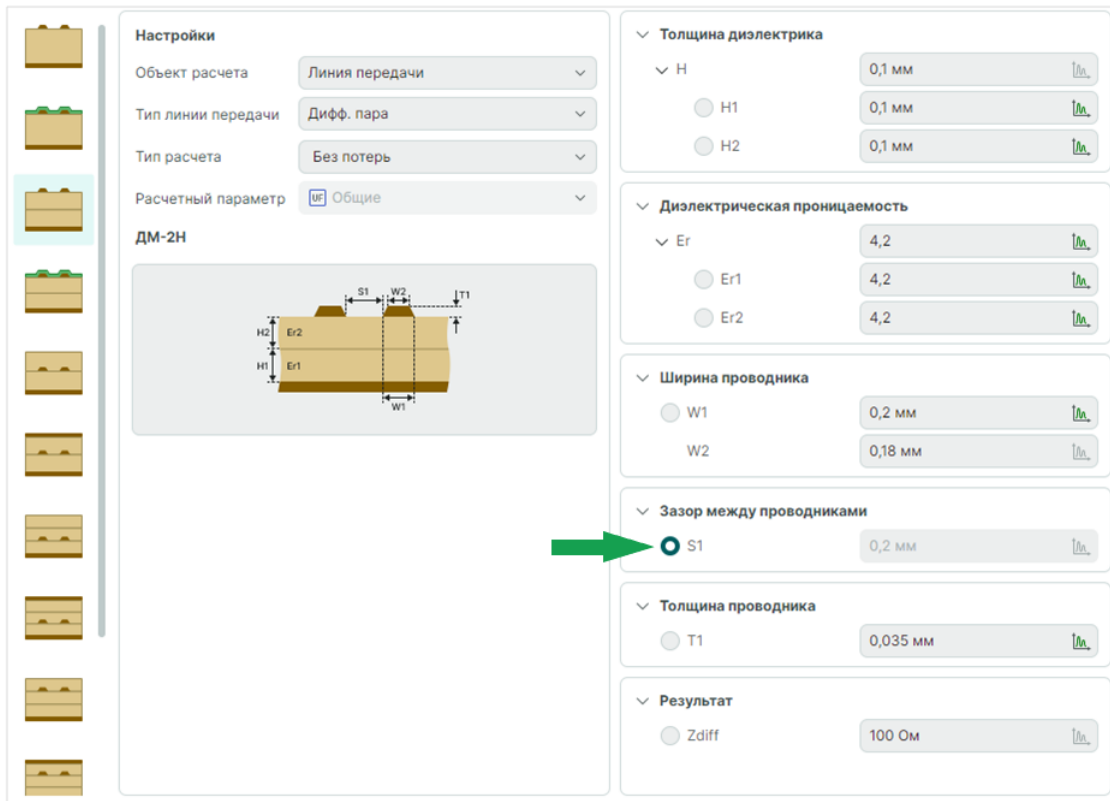

Рис. 55 Расчет зазора между проводниками
3. Выберите параметр, значение которого необходимо рассчитать, и установите переключатель напротив. Определите остальные входные параметры линии передачи, в том числе и значение волнового сопротивления, см. Рис. 55.